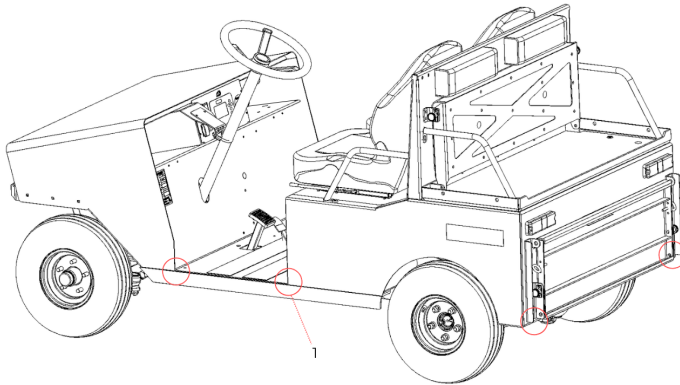

Figure 30. Coins.
- Coins des panneaux latéraux (1) (des deux côtés). Il existe une possibilité de formation des fissures dans ces coins car ils subissent des contraintes importantes (voir Figure 30).